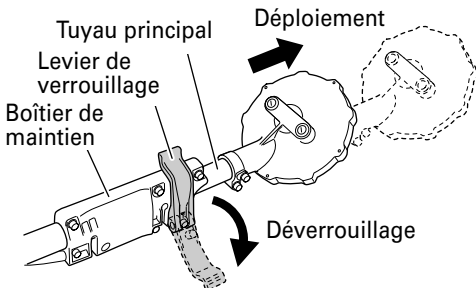

Fig. 8
- (1) Déverrouillez le levier de verrouillage pour déployer le tuyau principal. (Fig. 8)